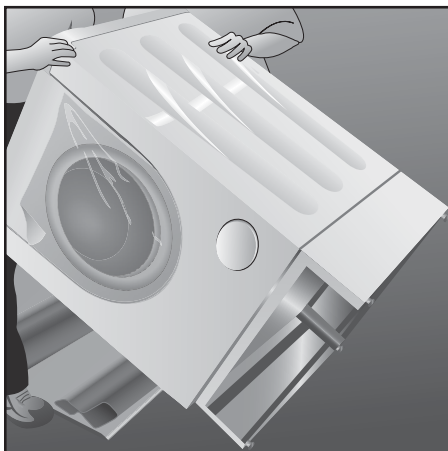

Figure 9
7. Remettre à la verticale l'assemblage laveuse/sècheuse et socle (demander l'aide d'une autre personne). Voir la **figure 9**.